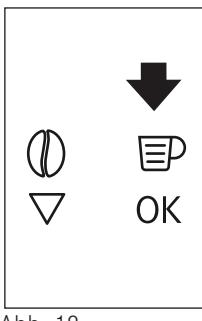
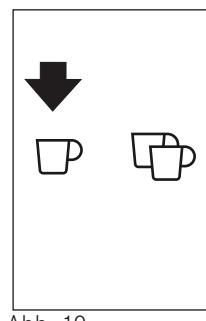
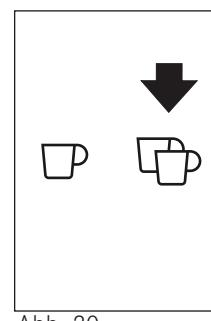

Abb. 18
Abb. 19
Abb. 20
- ▶ Drücken Sie das Symbol (B5) (Abb. 18), um den Kaffeetyp auszuwählen: Espresso, kleine Tasse, mittlere Tasse, große Tasse, Becher. Drücken Sie die Sensortaste  (B10) (Abb. 19), wenn Sie eine Tasse Kaffee, bzw. die Sensortaste  (B11) (Abb. 20) wenn sie zwei Tassen Kaffee zubereiten wollen. Das Gerät mahlt die Kaffeebohnen und der Kaffee wird in die Tasse ausgegeben. Wenn die eingestellte Menge Kaffee ausgegeben wurde, stoppt das Gerät die Abgabe automatisch und der Kaffeesatz fällt in den Kaffeesatzbehälter.